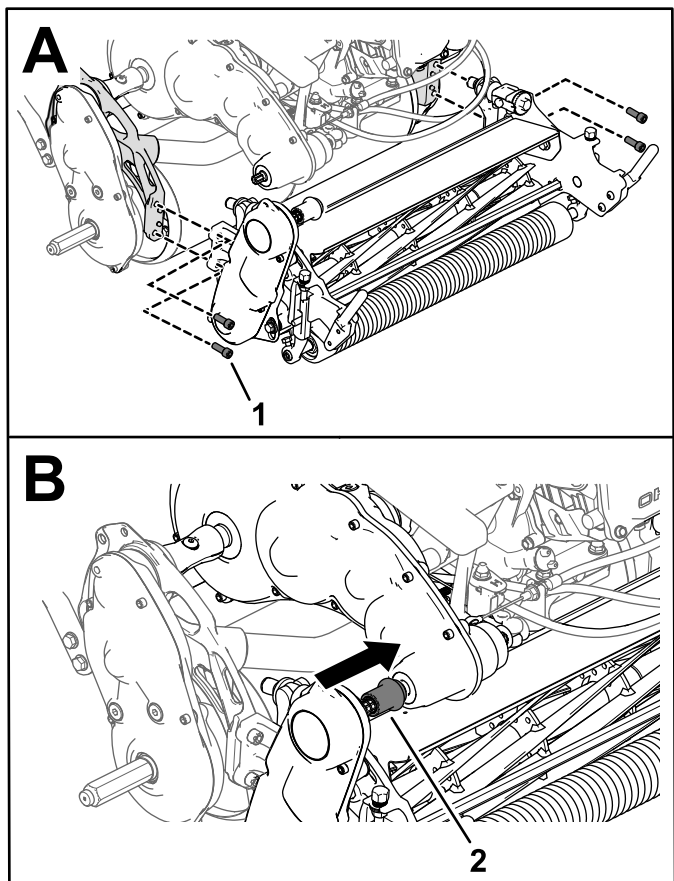

Figura 47
3. Con 4 viti a testa incassata fissate l'apparato di taglio al telaio (**Figura 47**).
4. Fate scorrere l'accoppiatore della trasmissione dell'apparato di taglio sull'albero di trasmissione (**Figura 47**).